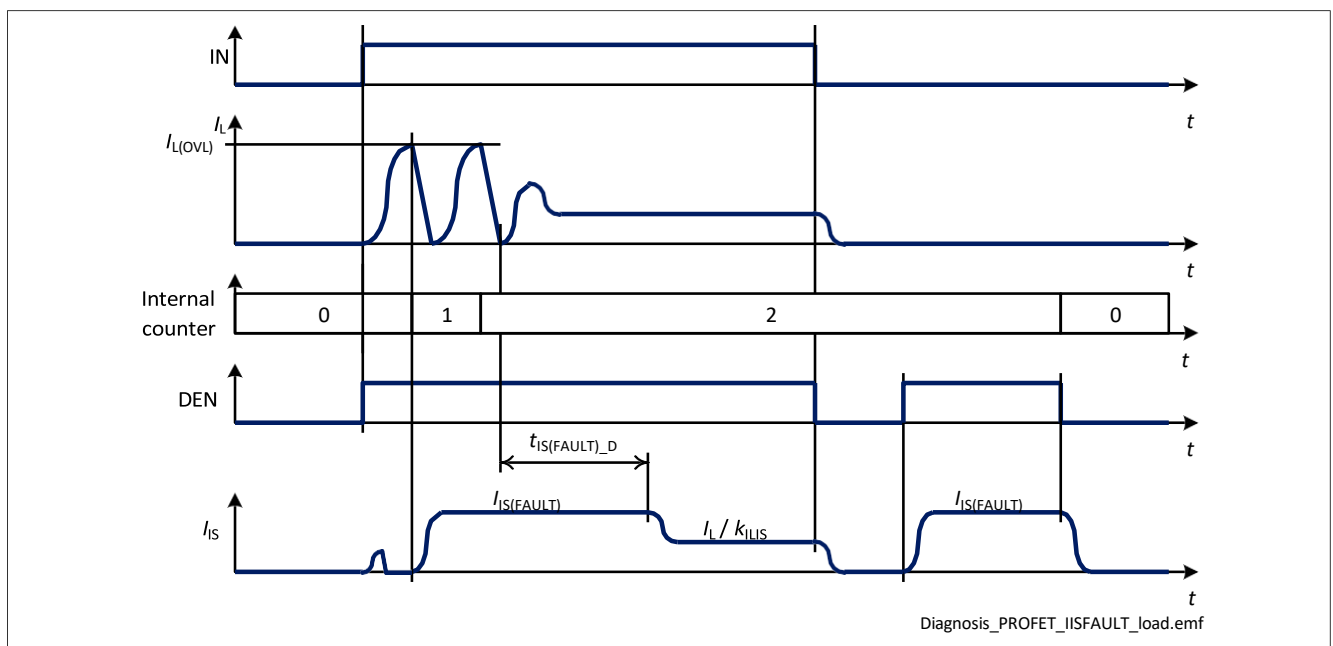

Figure 35 $I_{IS(FAULT)}$ at Load Switching
- 如果通道处于开启状态且重试次数小于“ $n_{RETRY(CR)} + n_{RETRY(CYC)} * n_{RETRY(NT)}$ ”，则在通道重启后，提供持续时间为 $t_{IS(FAULT_D)}$ 的电流 $I_{IS(FAULT)}$ ，之后 $I_{IS} = I_L / k_{ILIS}$ （如图 35 所示）。在重试周期内（定时器 t_{RETRY} 运行时），每次检查通道诊断时都会提供电流 $I_{IS(FAULT)}$ 。